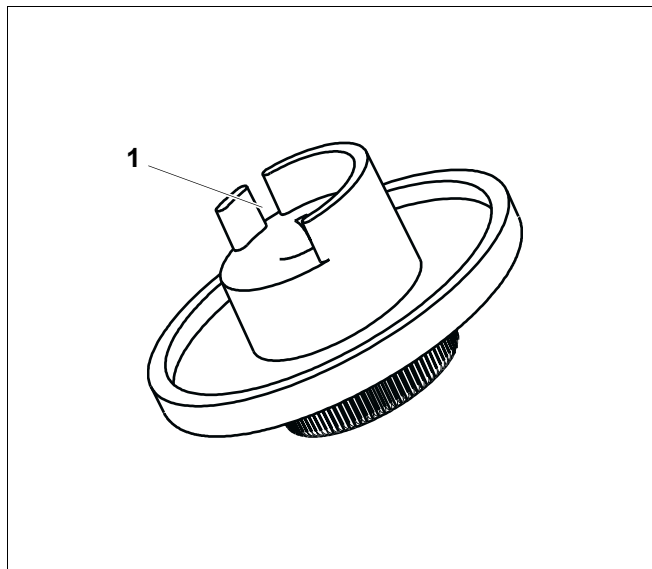

Bild 4 Inställningsknapp
- Bryt av (Bild 4, **Pos. 1**) stoppkammen.